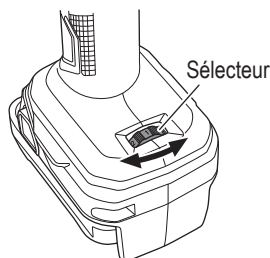

Fig. 13
2. Réglage de la vitesse de fonctionnement (Fig. 13)